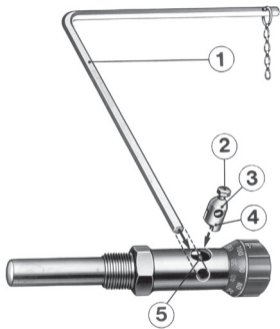

Fig. 3:
Beim Wiedereinbau der Hebelstange darauf achten, dass beim Einsetzen des Gelenkstücks die rechtwinklige Aussparung (4) zum Sechskant der Tauchhülse zeigt (vgl. Fig. 3).
When reassembling the lever arm, insert the connecting piece so that the rectangular recess (4) faces the hexagon of the thermowell (Fig. 3).
Pour la remise en place du levier, veiller à ce que l'échancrure rectangulaire soit dirigée vers la vis 6 pans du fourreau (Fig. 3).